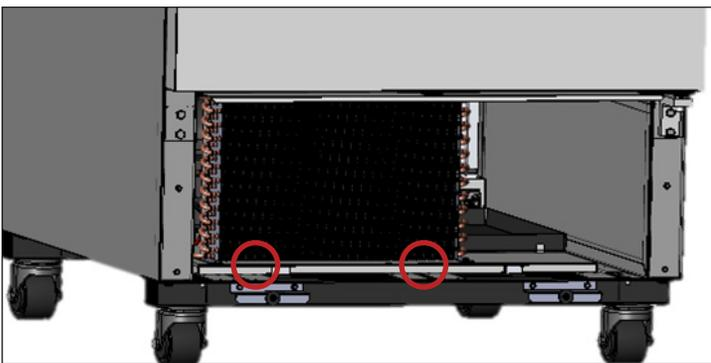

Рис. 5. Удалите болты в основании конденсатора.
5. Удалите болты в основании конденсатора. См. рис. 5.